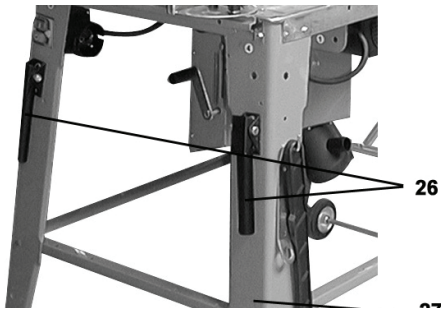

Abb. 21
- Montieren Sie mit M8x45 Sechskantbolzen und M8 Schraubenmuttern den Teil 26 auf den Fuß (siehe Abb. 21).